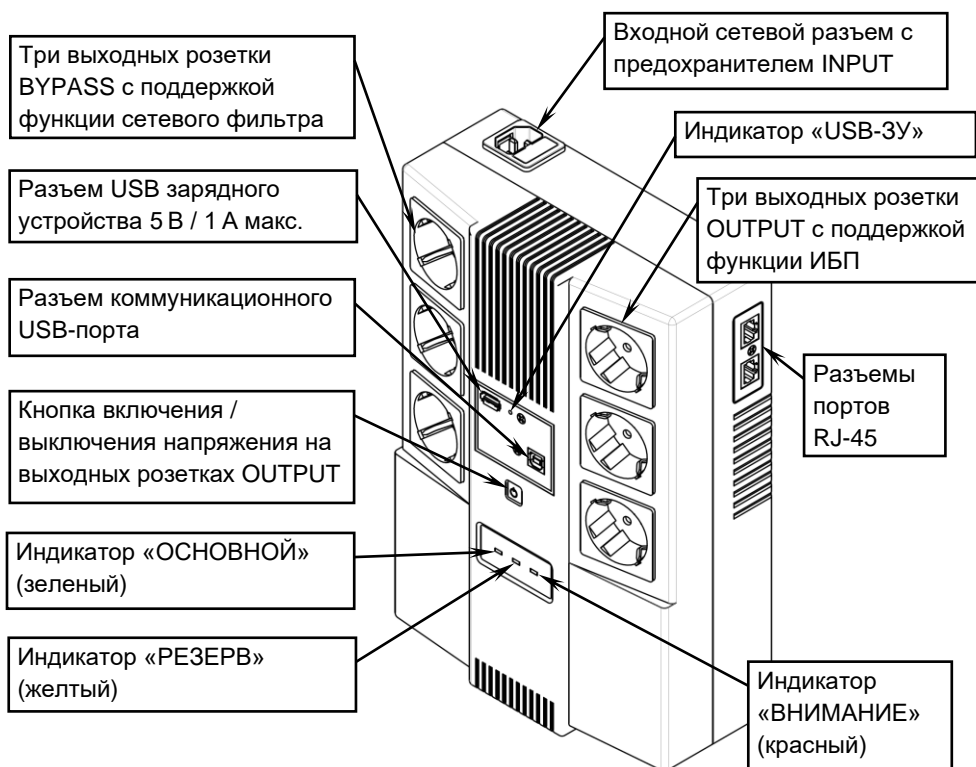

Рисунок 1 — Общий вид изделия спереди
- возможность оперативного выключения/включения напряжения на выходах с функцией ИБП кнопкой, размещенной на передней панели (см. рисунок 1).
Источник имеет (см. рисунок 1):
После подключения изделия к источнику сетевого напряжения (см. раздел УСТАНОВКА И ПОДКЛЮЧЕНИЕ) включается индикатор «USB-3У» (см. рисунок 1), на выходных розетках BYPASS (с функцией сетевого фильтра) появляется выходное напряжение, изделие осуществляет заряд встроенной АКБ, зарядное устройство USB активно.
Включение ИБП осуществляется кнопкой  (см. рисунок 1). После включения, в течение некоторого времени тестируется состояние входного сетевого напряжения, звучит длинный звуковой сигнал, все индикаторы светятся. Если уровень сетевого напряжения находится в допустимом диапазоне, изделие подает выходное напряжение на розетки OUTPUT, индикаторы «РЕЗЕРВ» и «ВНИМАНИЕ» гаснут, индикатор «ОСНОВНОЙ» остается включенным. В противном случае ИБП включается в режим питания от АКБ (режим «РЕЗЕРВ»), индикатор «ОСНОВНОЙ» гаснет, а индикатор «РЕЗЕРВ» остается включенным. Зарядное устройство USB остается активным.
Подключение изделия следует выполнять при отключенном сетевом напряжении питания в следующей последовательности (см. рисунок 1):